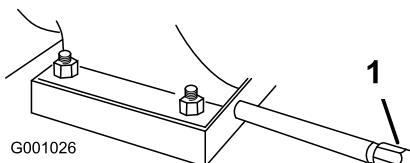

Рисунок 41
1. Очистите поверхность вокруг пробки для слива масла (Рисунок 41).